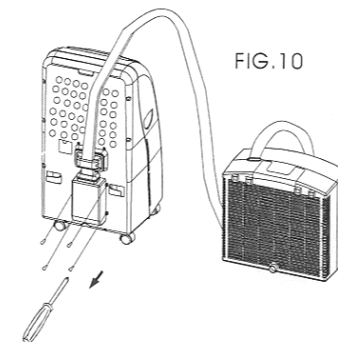

FIG.10
1. Ouvrez le boîtier de connexion (12) situé à l'arrière de l'unité intérieure. (fig. 10)